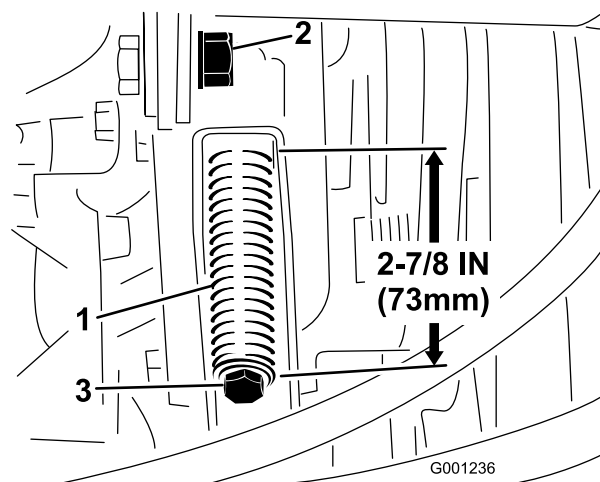

Figura 73
3. Afloje la contratuerca de la varilla tensora (Figura 73).
4. Utilice una llave de 1/2" para apretar o aflojar el muelle tensor de la correa (Figura 73). Ajuste el muelle a una longitud de 73 mm.
4. Utilizando una llave de 1/2", afloje completamente el muelle tensor de la correa (Figura 73).
6. Instale la nueva correa de la TDF y tense el muelle de la polea hasta que tenga una longitud de 73 mm (Figura 73).
7. Apriete la contratuerca (Figura 73) y cierre el capó.